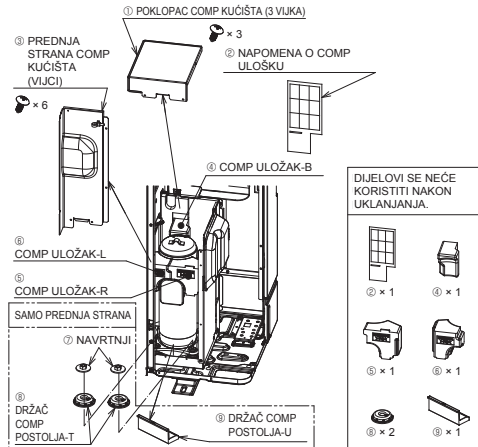

Fig. 4-1
- Prije početka rada jedinice, otkrijte POKLOPAC COMP KUČIŠTA i PREDNJU STRANU COMP KUČIŠTA i uklonite fiksne COMP dijelove. (Fig. 4-1)